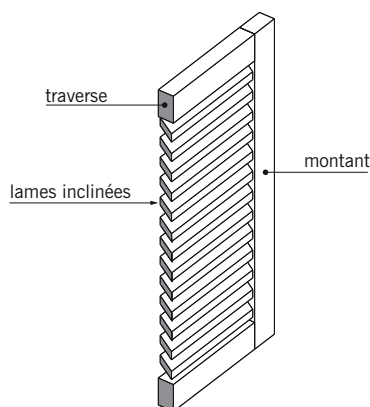

fig. 11.61
- Le **volet-persienne** muni de lames horizontales disposées à claire-voie (fig. 11.61). Les lames peuvent occuper toute la hauteur du volet ou seulement la partie supérieure.